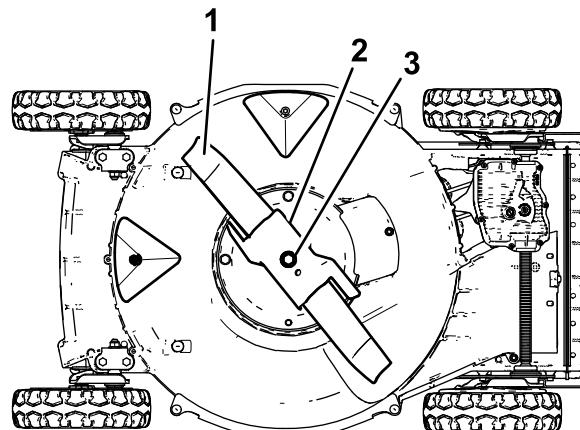

Figure 24
- Basculez la machine sur le côté droit (filtre à air en haut), comme montré à la Figure 24.